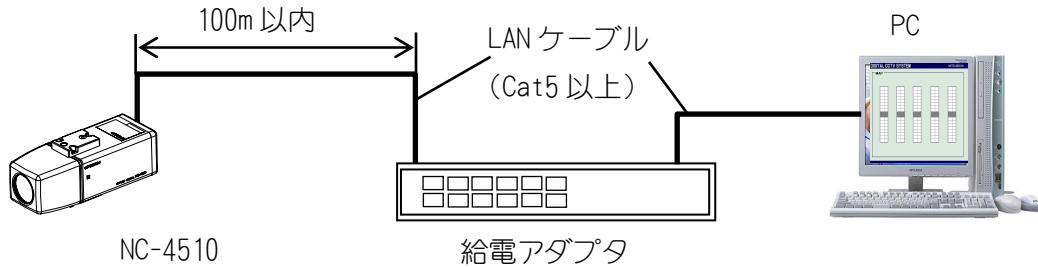
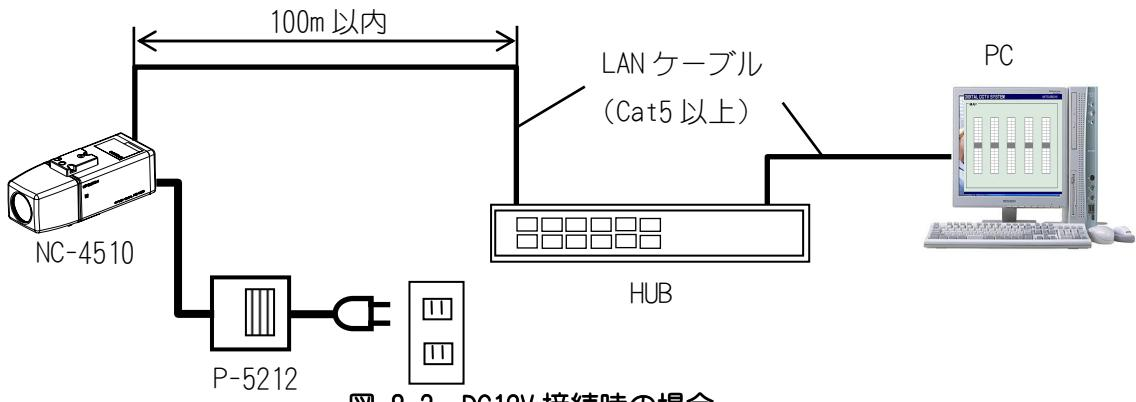

図 8-2 PoE 接続時の場合
図 8-3 DC12V 接続時の場合
- (1) 本機は確認用として Web 画面による映像表示および動作が可能です。
(2) Web 画面を表示させるための接続は図 8-2、図 8-3 の通りです。